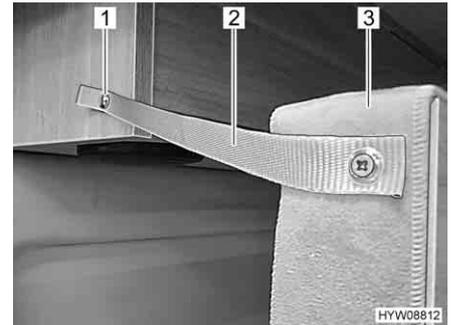

Bild 30 Säkerhetsanordning bak
- Sätt fast sängen (Bild 30,3) i taksåpet med låsband (Bild 30,2) och tryckknapp (Bild 30,1).
- Lossa på tryckknappen (Bild 30,1) på taksåpet.